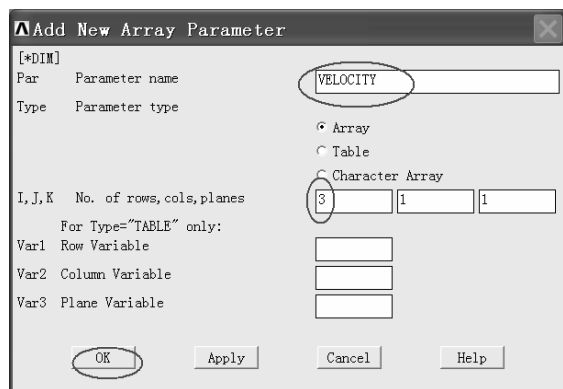

图 5-13 “Add New Array Parameter” 窗口
(3) 继续单击“Array Parameters”窗口中的“Add...”按钮, 再次弹出“Add New Array Parameter”窗口。在“Parameter name”后的方框中输入“VELOCITY”(见图 5-13); 在“No. of rows, cols, planes”后的第一个方框中输入“3”, 然后单击“OK”按钮返回到“Array Parameters”窗口。